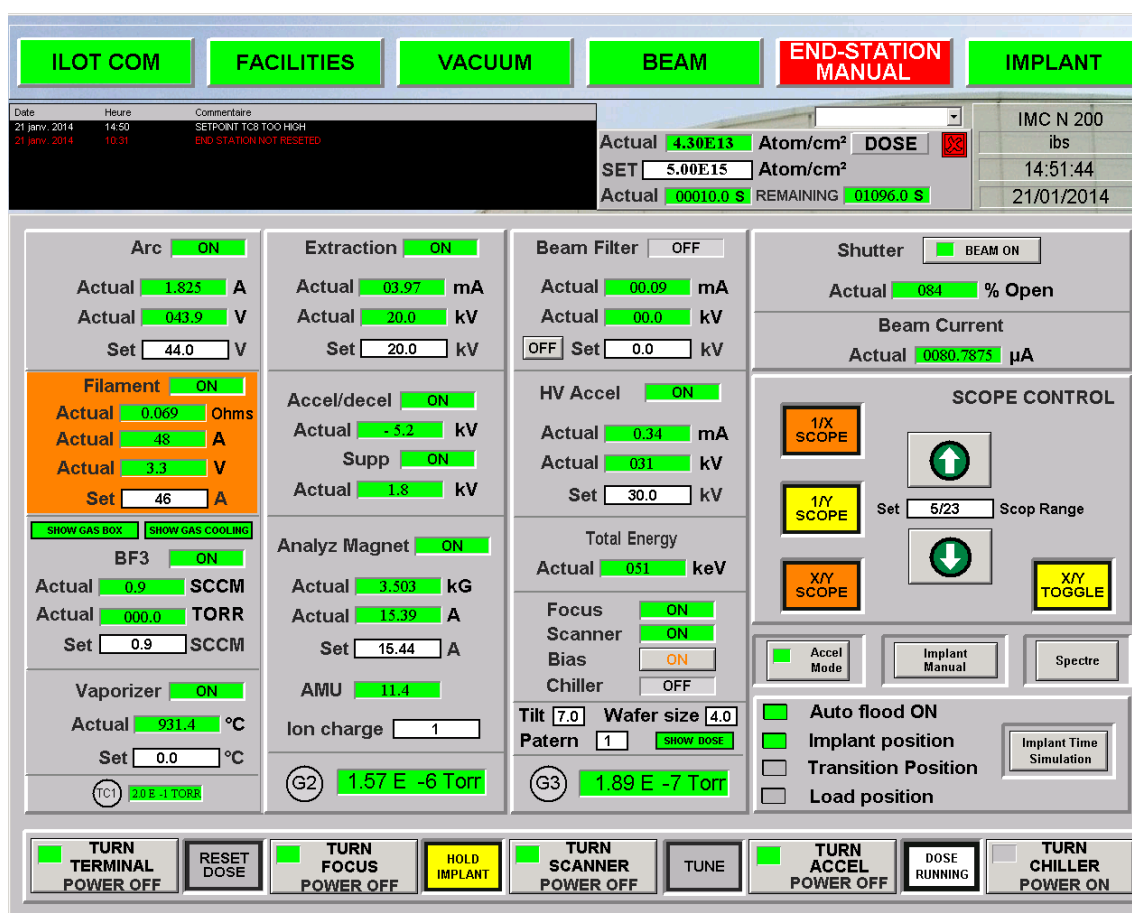

Figure 14: Ecran de mise sous haute tension et de paramétrage de faisceau
- Aller sur l'onglet "BEAM" de l'écran (Figure 14).
- Rentrer les valeurs des différents paramètres pour créer le faisceau d'ions (tension d'arc, courant d'arc, masse atomique de l'ion à implanter, tension d'accélération, température du vaporiseur (lors d'une implantation à partir d'une source solide) et taille du wafer ("Wafer size")) (Figure 14).